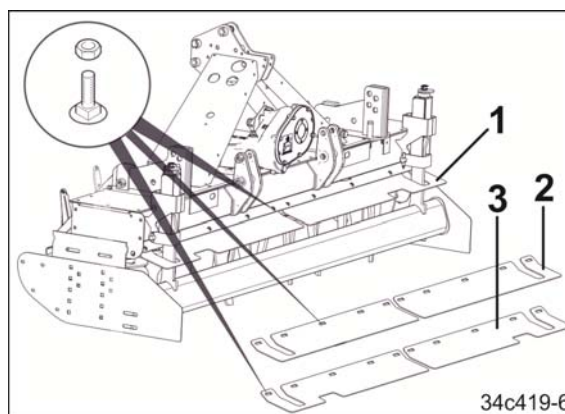

Fig. 79
Beskyttelsesplatene (Fig. 79/1) til jordbearbeidingsmaskinen er kan leveres i to varianter.
- Beskyttelsesplate (Fig. 79/2) for alle AMAZONE-tromler, untatt skjæreringtrommelen (CDW)
- Beskyttelsesplate (Fig. 79/3) for skjæreringtrommel (CDW).